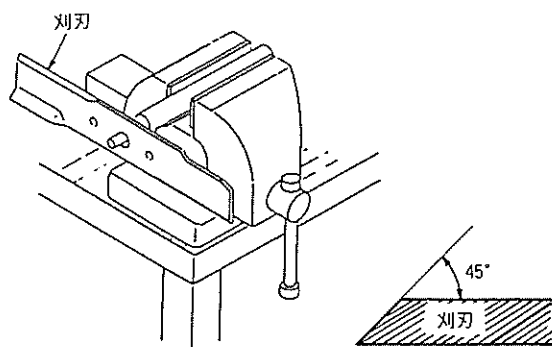

図 44 刈刃のバランスの取り方
- (1) モアを本機から外して、上下ひっくり返して裏向きにする。
- (2) 刈刃とモアカバーの内側との間に木片をはさみ、刈刃を着脱するときに回り止めにする。
- (3) 刈刃締付けボルトを外し刈刃を取外します。
- (4) 刈刃の刃部の角度は図 44 のように 45° にしておいてください。
- (5) 研ぎ上がった刈刃は取付ける前に回転のバランスを確認してください。刈刃のバランスが悪いと刈刃回転中に振動が発生しモアの破損の原因となります。もしバランスが取れていない場合は、バランスが取れるまで、刈刃の重い側を削ってください。